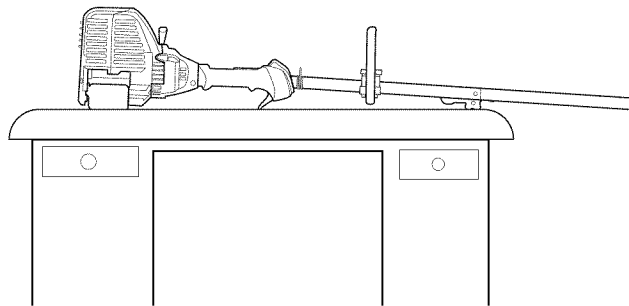

Fig. 21
2. **Ubique la unidad sobre una superficie plana y nivelada**, como un banco de trabajo o una mesa. El protector del cabezal de corte debe quedar colgando del borde de manera que el motor quede nivelado (Fig. 21).